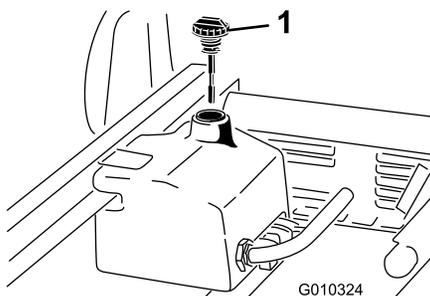

Рисунок 20
1. Очистите зону вокруг заливной горловины и крышки гидравлического бака (Рисунок 20).
3. Извлеките масломерный шуп (Рисунок 20) из заливной горловины и протрите его чистой ветошью.